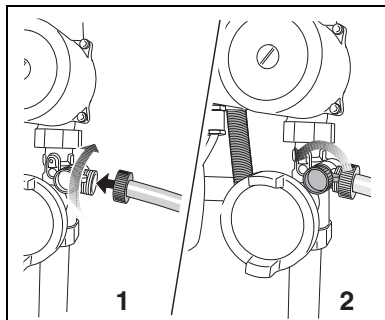

Fig. 12 Collegare la tubazione / aprire il rubinetto di carico e scarico
- Collegare la tubazione al rubinetto di carico e scarico (fig. 12, **pos. 1**).
- Aprire il rubinetto di carico e scarico (fig. 12, **pos. 2**).